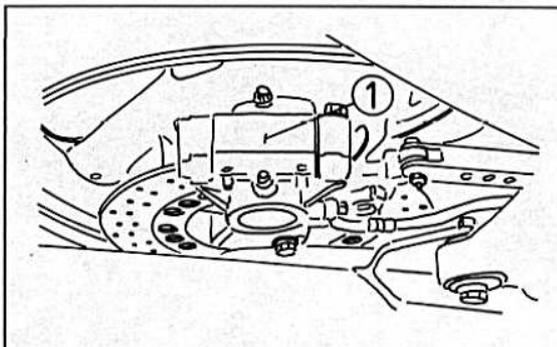

Bild 296
- Den Deckel von der Bremszange abziehen (Bild 296).